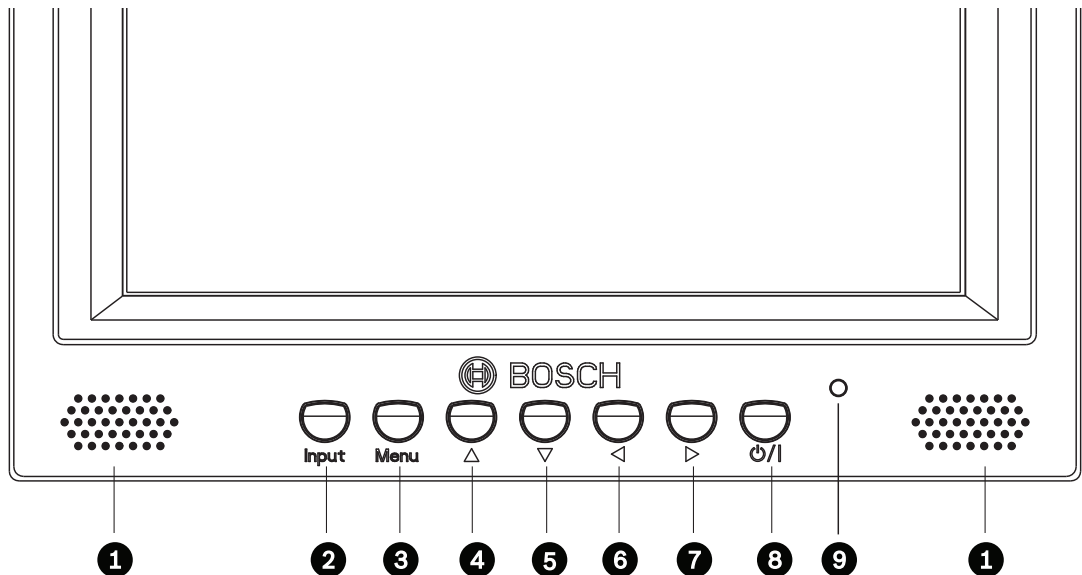

Bild 6.1 Tasten an der Frontseite
2. Drücken Sie den Netzschalter, um das Gerät einzuschalten (siehe *Bild 6.1*).
4. Drücken Sie die Taste „Menu“, um die Optionen des Hauptmenüs zu aktivieren (siehe *Bild 6.1*).